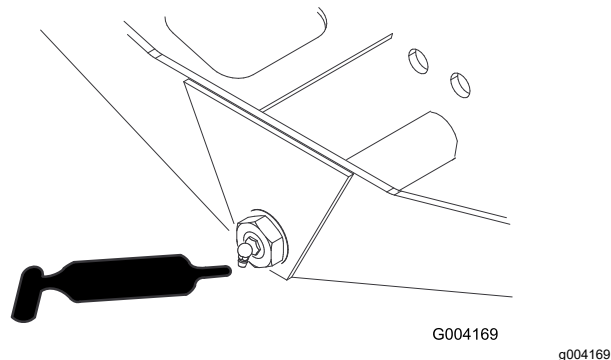

Figura 69
- Articulação do direção do eixo (1 cada) – Figura 69